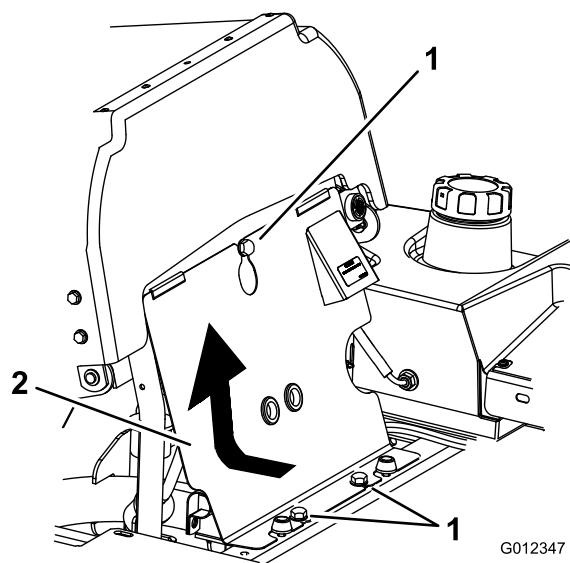

Figura 37
1. Inclinate il sedile in avanti, allentate i bulloni del pannello anteriore del motore e togliete il pannello (Figura 37).